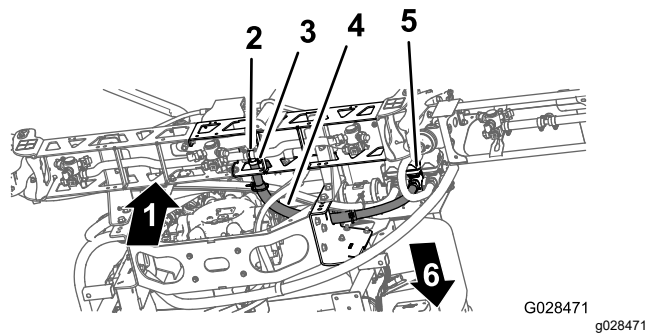

Figure 42
1. Acheminez le flexible de la section de rampe centrale comme montré à la Figure 42.
2. Branchez le flexible de section de rampe au raccord en T cannelé de la section centrale et fixez-le avec un collier (Figure 42).